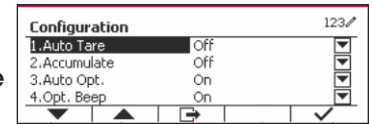

Figure 51
1. Appuyez sur le bouton multifonction correspondant à l'icône  pour accéder à la configuration. L'écran de configuration est maintenant affiché. (Voir Figure 51)